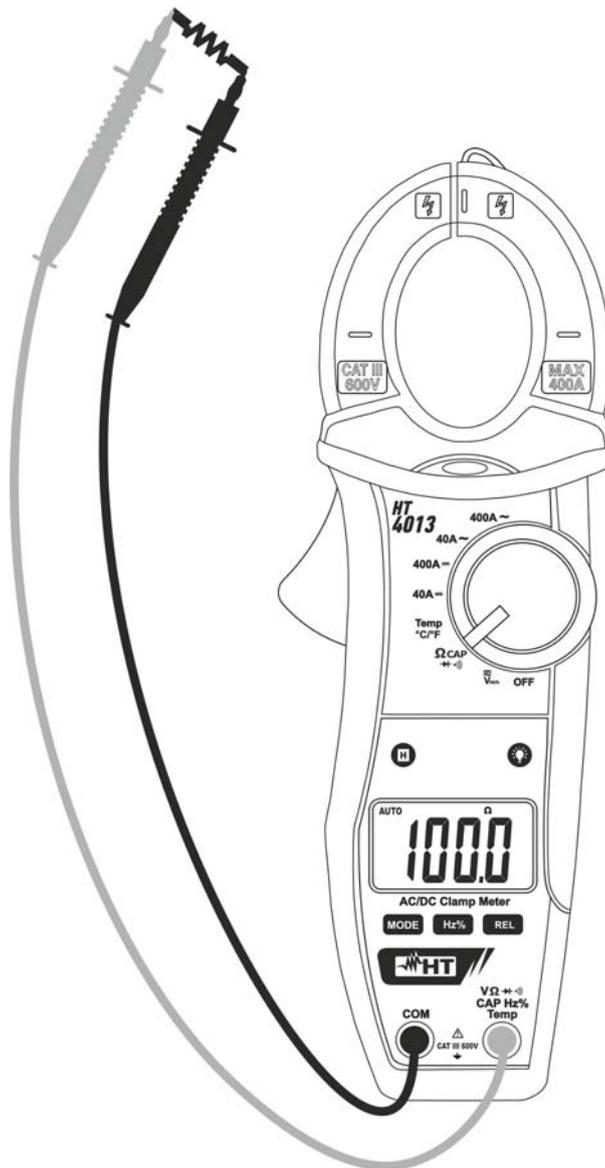

Fig. 6 : Utilisation de la pince pour mesure de résistance
3. Positionner les embouts sur les points désirés du circuit sous test (voir Fig. 6). La valeur de résistance sera affichée à l'écran.